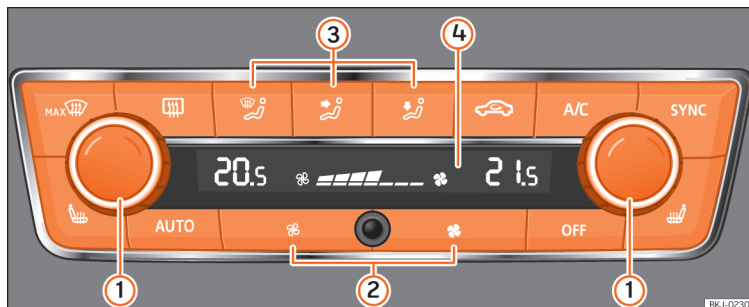

Abb. 172 Climatronic: Bedienelemente
- Stellen Sie die Gebläsestufe auf Null »» **Abb. 172 ②** oder drücken Sie die Taste **OFF**.
- Drücken Sie die Taste **AUTO** »» **Abb. 172.** »
- Nach dem Einschalten der Zündung können Sie mit dem Drehregler **①** » **Abb. 172** die gewünschte Innentemperatur einstellen.
- Drücken Sie die Taste **MAX**  » **Abb. 172**.